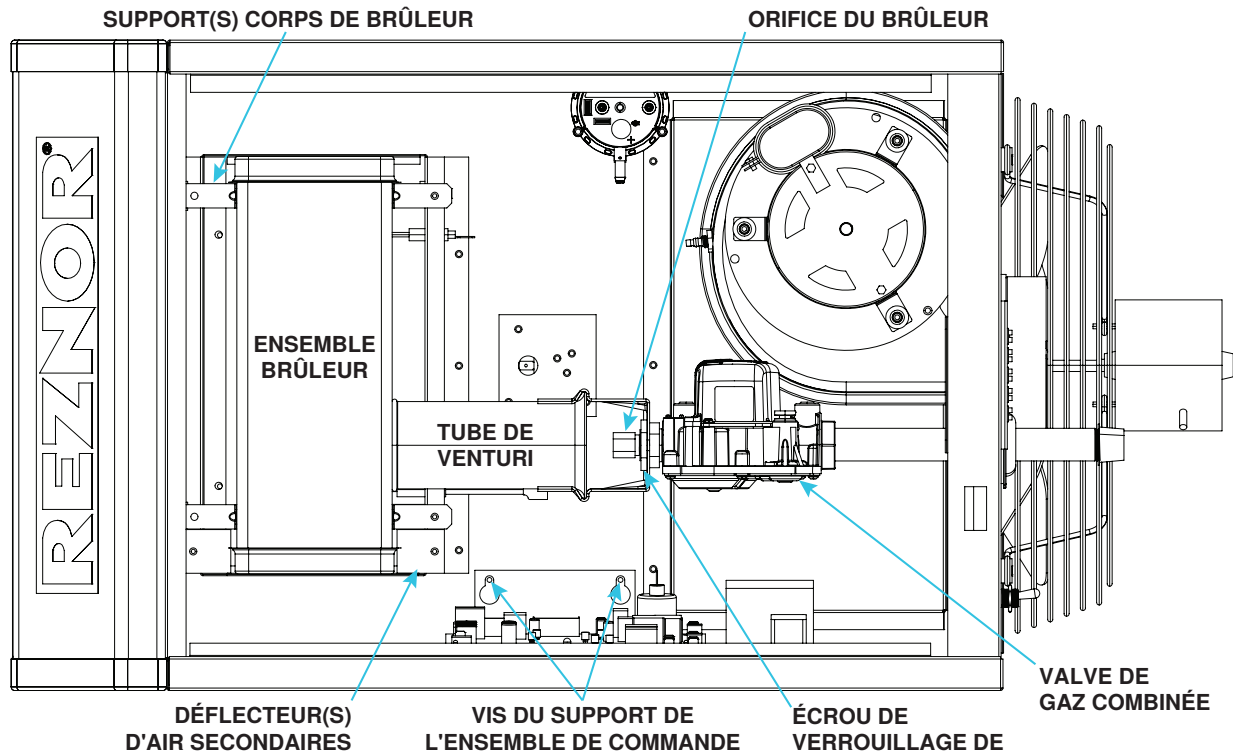

Figure 23. Compartiment du brûleur (typique)
Inspectez visuellement le compartiment du brûleur (voir **Figure 23**). S'il y a une accumulation de saleté, de poussière ou de charpie, nettoyez le compartiment, puis démontez et nettoyez le brûleur comme suit :
2. Démontez l'ensemble du brûleur (voir **Figure 23**) :
5. Réinstallez l'ensemble du brûleur (voir Figure 23) :